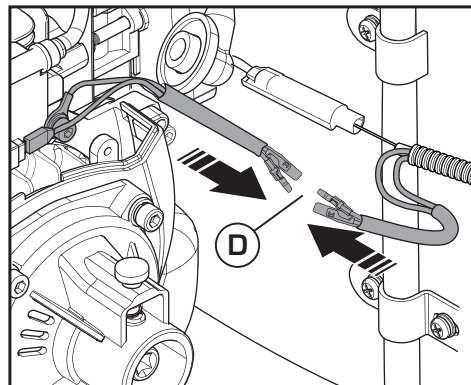

Figura 6
2. Conecte los cables (D) de encendido y del interruptor de parada del motor (Figura 6).